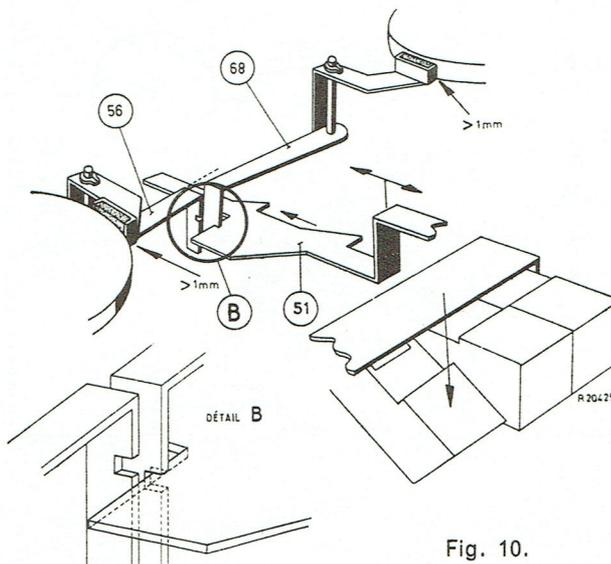

Fig. 10.
- Les freins 56 et 68. Une encoche (fig. 10) pratiquée dans le frein 68, à l'endroit où appuie la tige 51, retarde le déblocage du frein 68. Ce